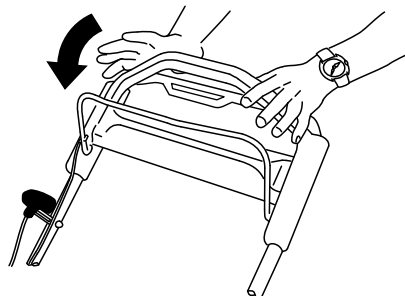

Рисунок 22
Отпустите штангу управления ножом (Рисунок 22).
- Если задняя выпускная заглушка не установлена, возьмите ее за рукоятку, поднимите заднюю дверцу и вставьте ее в желоб заднего выброса, пока защелка не зафиксирована на месте, см. Рисунок 22.